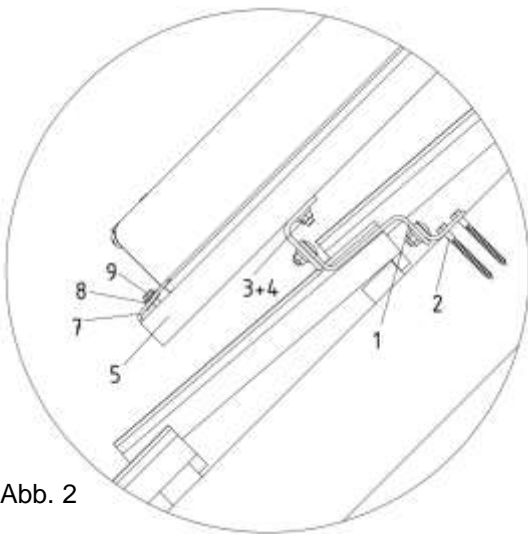

Abb. 2
- Positionieren Sie die Kollektoren auf der Montageschiene (5). Fixieren Sie nun die Kollektoren mittels Spannklemmen (7), Schrauben (9) und Muttern (8) direkt auf der Montageschiene (5) jeweils oben und unten am Kollektorrahmen (Abb. 2 und 3). Die hydraulische Verbindung zwischen den Kollektoren erfolgt über eine Anschlussverschraubung. Ziehen Sie diese zuerst mittels 2 Gabelschlüssel fest, um den richtigen Abstand zwischen den Kollektoren zu erhalten.